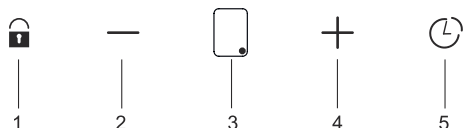

Abb. 18: Nachlaufautomatik ein-/ausschalten
- 1.** Drücken Sie die Timer Taste (Abb. 18/5).
- 2.** Drücken Sie die Sensor-Taste nochmals (Abb. 18/5).